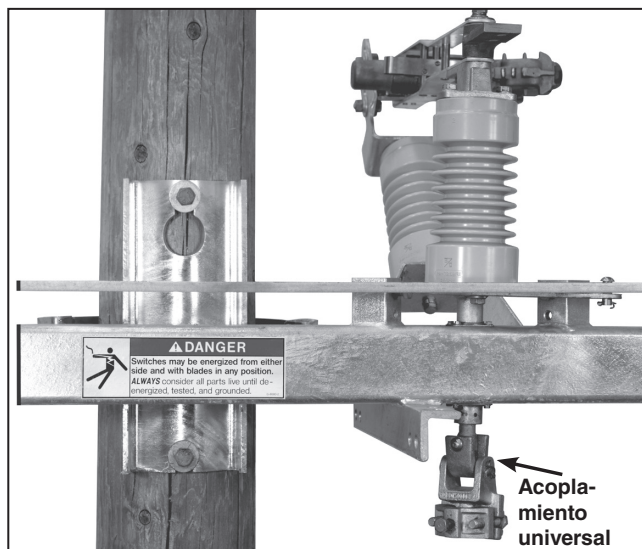

Figura 14. Colocación del acoplamiento universal en la flecha de accionamiento del interruptor.
**PASO 12.** Sujete un acoplamiento universal tipo chumacera tubo a flecha de accionamiento del interruptor en la cara inferior del ensamble del interruptor. Vea la Figura 14.